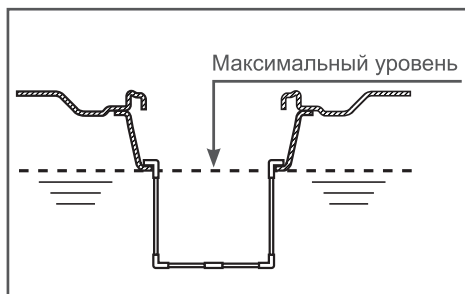

Рис. 7. Максимальный уровень топлива в топливном баке
Максимальный уровень топлива показан на Рис. 7.
3. Залейте бензин в топливный бак при помощи специальной емкости или воронки до уровня, показанного на Рис. 7.